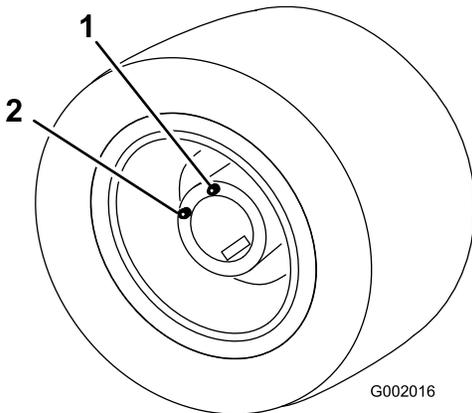

Рисунок 82
- Медленно перемещайте машину до тех пор, пока колесо не будет установлено в положение заправки (Рисунок 82).